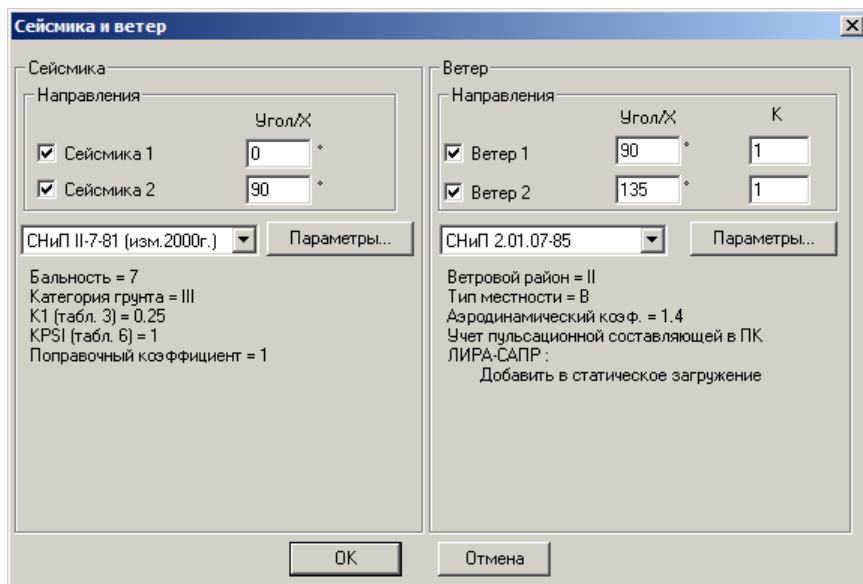

Рис.13.10.1. Окно диалога **Сейсмика и ветер**
- В открывшемся окне диалога **Сейсмика и ветер** (рис. 13.10.1) выполните следующие действия: